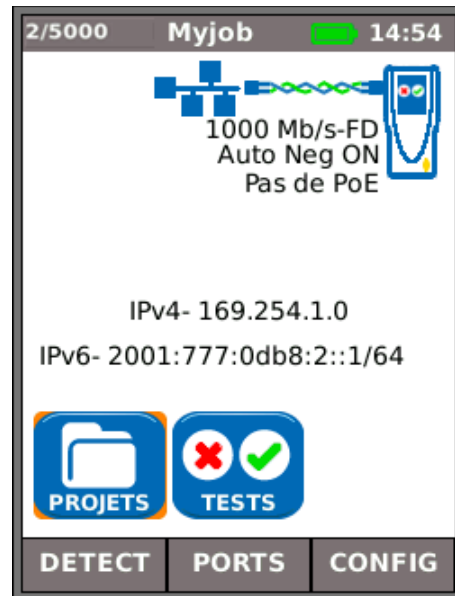

Figure 9
(2) Lorsque l'unité principale est connecté à un réseau actif à l'aide d'un câble cuivre ou de fibre optique, appuyez sur la touche programmable DETECT (F1) pour afficher toutes les options disponibles (Figure 9). Les tests IP peuvent être exécutés. Pour une description de ces options, voir *Description du menu description Tests. Mode Ethernet, page 25*.